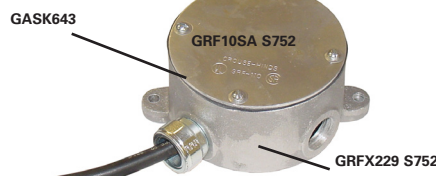

Figura 4
2. Para realizar la transición requerida de cableado al cable portátil, usar una caja de tomacorriente GRFX229 S752 de la serie Crouse-Hinds con la cubierta GRF10SA S752 y junta GASK643. Ver la Figura 4. Montar en la pared la caja de tomacorrientes adyacente al soporte del reflector o al soporte SWB6, de ser u: